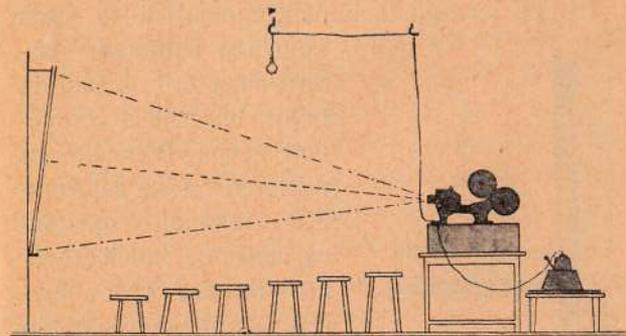

Рис. 15. Схема установки кино-передвижки.
циально поставленном шесте (при работе на открытом воздухе) (рис. 15).
Другим шнуром (с двумя вилками) следует соединить динамо с аппаратом, как показано на рисунке 7—46 и рис. 15.
Низ экрана в таком положении можно легко укрепить, вбив по одному гвоздю в стену по концам нижнего валика (рис. 15).
- 2) Установить аппарат так, как изображено на рис. 15.